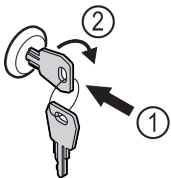

Fig. 45
- ▶ Klíč zasuněte dovnitř Fig. 45 (1).
- ▶ Otáčejte klíčem o 90° ve směru hodinových ručiček Fig. 45 (2).